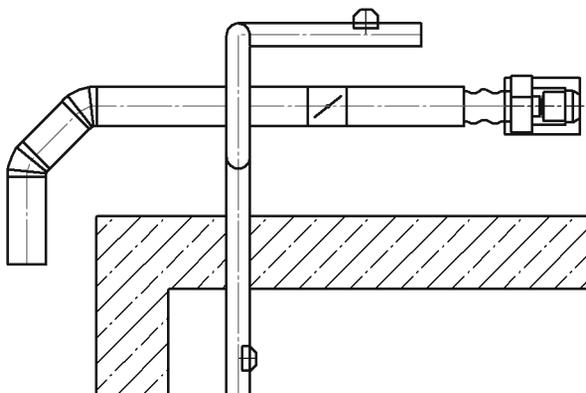

Рис. 33.1. Пример использования мультилиний
**Мультилиния** — геометрический объект, состоящий из одной или нескольких линий, построенных эквидистантно к базовой линии. Мультилинию можно использовать для изображения трубопроводов, стен, перегородок, ограждений и других протяженных объектов с контуром из нескольких линий (рис. 33.1).